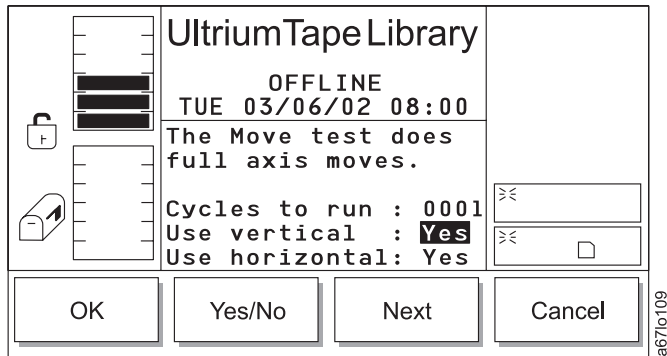

Abbildung 176. Dialog für zu benutzende Achsen
- Wird **Next** ausgewählt, wird das nächste Feld in der Liste zum aktiven Feld (siehe Abb. 176 auf Seite 190).
Tabelle 125. Übersetzung von Abb. 176, Dialog für zu benutzende Achsen